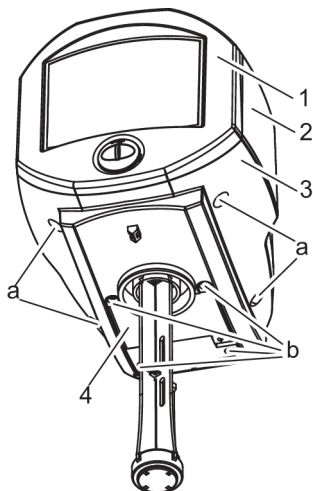

Abb. 15: Gehäuseteile
2. Die vier Befestigungsschrauben (a) der Abdeckhaube von unten lösen (siehe Abbildung 15). Die Schrauben verbleiben im Pumpenträger (3).
3. Frontteil (1) der Verkleidung leicht nach vorne kippen und Abdeckhaube (2) abnehmen.
4. Die vier Befestigungsschrauben (b) des Rückteils (4) lösen (siehe Abbildung 15) und das Rückteil abnehmen.